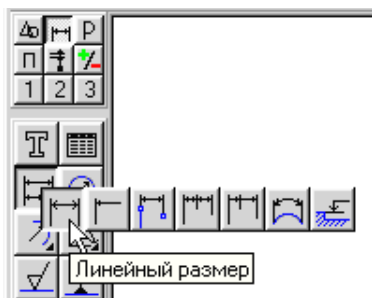
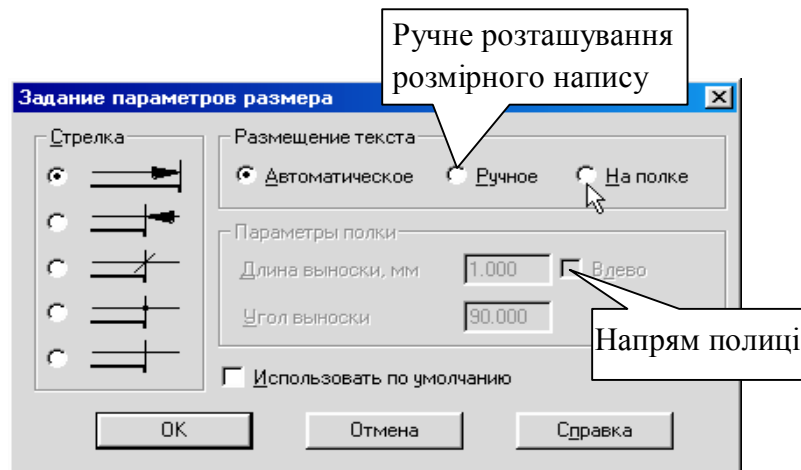
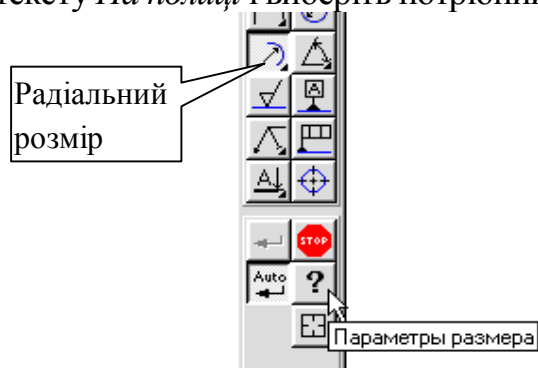

Рис. 2.40.
Рис. 2.41.
Рис. 2.42.
10. Для виставлення значень діаметрів 30, 40, 60 активізуйте команду *Лінійний розмір*, рис. 2.40. Після вказівки першої та другої точок прив'язки розміру покажіть напрям виставлення розміру (вертикальне), рис. 2.37. Клацанням лівої кнопки миші в поле тексту *Розмірний напис* відкрийте вікно, рис. 2.38, проставте символ знака діаметра. Для виставлення діаметрів 30 і 60 натисніть кнопку *Параметри розміру*, рис. 2.37 і встановіть *Ручне розміщення тексту*, для розташування розмірів у шаховому порядку, рис. 2.41.
11. Для виставлення розмірів радіусів заокруглень активізуйте команду *Радіальний розмір*, рис. 2.42. Клацніть лівою кнопкою миші на дузі, що утворює округлення. Для виставлення розмірного числа на полиці клацніть лівою кнопкою миші на кнопці *Параметри розміру*, рис. 2.42, вкажіть розміщення тексту *На полиці* і виберіть потрібний напрямок полиці, рис. 2.41.